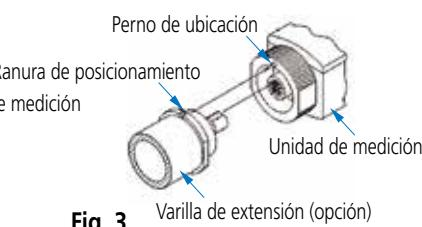

Fig. 3
5. Asegúrese de acoplar el perno de ubicación con la ranura correspondiente al conectar una varilla de extensión (opcional) (**Figs. 2 y Figs. 3**).